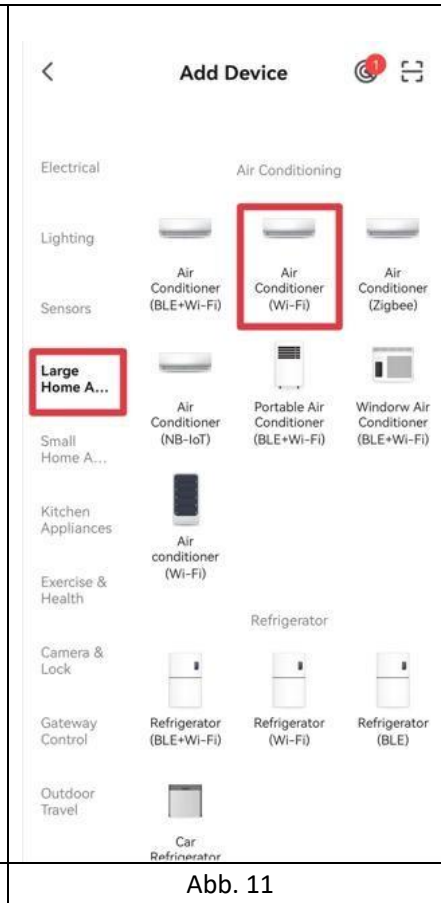

Abb. 11
2. Wählen Sie als Gerätetyp „Large Home Appliance“ (großes Haushaltsgerät) aus, wie in Abb. 11 gezeigt.